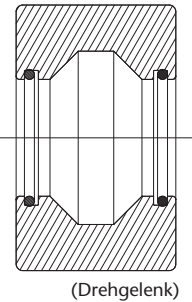

Bild 8
3. Entfernen Sie die Schrauben (4) und den Arm (5).
4. Ziehen Sie das Drehgelenk ab und ersetzen Sie es durch ein neues oder tauschen Sie die Dichtungen aus. Stellen Sie dabei sicher, dass diese an der richtigen Stelle angebracht werden (Abb. 8).